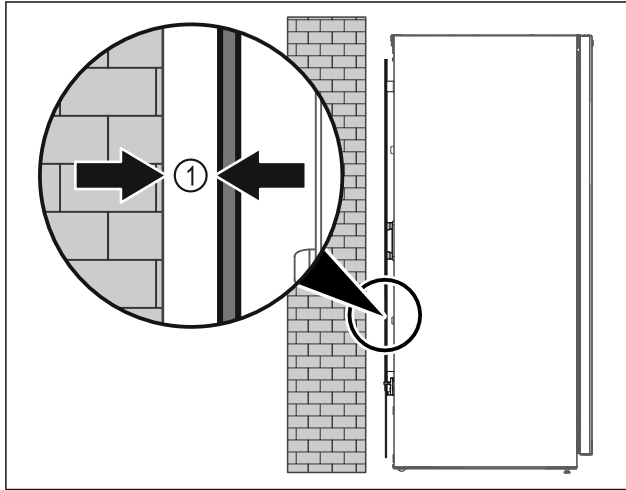

Fig. 51
- Instalar el electrodoméstico en medio de una sala o directamente arrimado a una pared con una distancia mínima de 5 mm Fig. 51 (1).